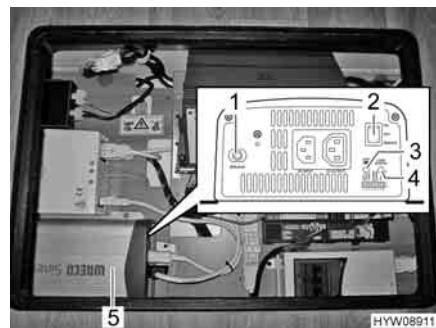

Fig. 116 Invertitore
- Posizionare l'interruttore principale (Fig. 116,2) su "ON". Il LED campo tensione di entrata (Fig. 116,3) si illumina di verde.
- Posizionare l'interruttore principale (Fig. 116,2) su "REMOTE". Il comando tramite interruttore di telecomando è abilitato.
- Posizionare l'interruttore principale (Fig. 116,2) su "OFF". Il LED campo tensione di entrata (Fig. 116,3) si spegne.